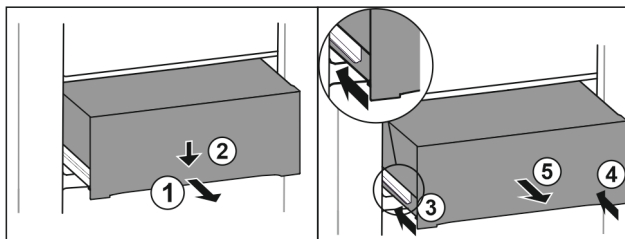

Fig. 105
- Zásuvku napůl vytáhněte. Fig. 105 (1)
- Stlačte zásuvku na přední straně dolů. Fig. 105 (2)
- Zasuňte levou kolejničku přibližně do 2 cm. Fig. 105 (3)
- Zasuňte pravou kolejničku přibližně do 2 cm. Fig. 105 (4)
- Vyjměte zásuvku dopředu. Fig. 105 (5)